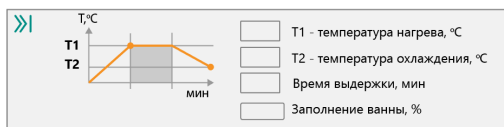

Рисунок 11.9 – Верхнее окно задания уставок
2. После достижения температуры уставки нагреватель начинает поддерживать температуру продукта в течение заданного времени (**этап выдержки**). Время задается во всплывающем окне задания уставок (см. *рисунок 11.9*) в поле параметра «Время выдержки».